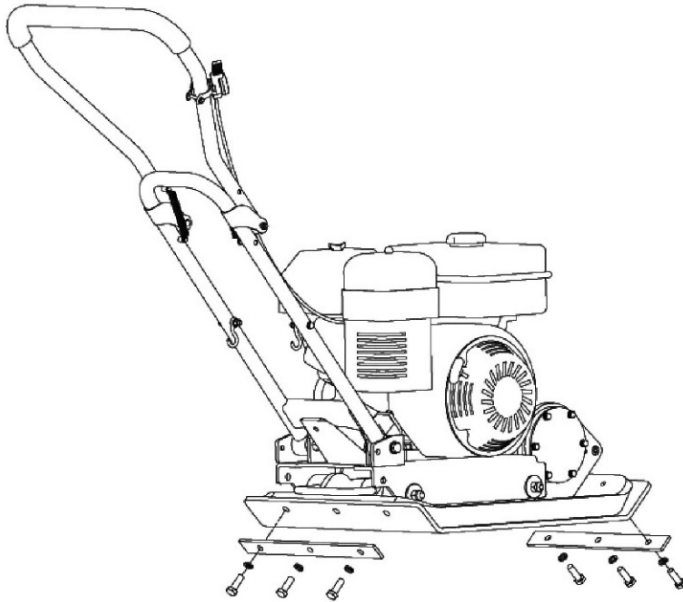

Рисунок 6. Встановлення захисного поліуретанового кожуха.
3. Для запобігання сколів або пошкодження поверхні каменів під час ущільнення бруківки використовувати для робочої плити спеціальний захисний поліуретановий кожух, який до комплекту поставки не входить (рис. 6).